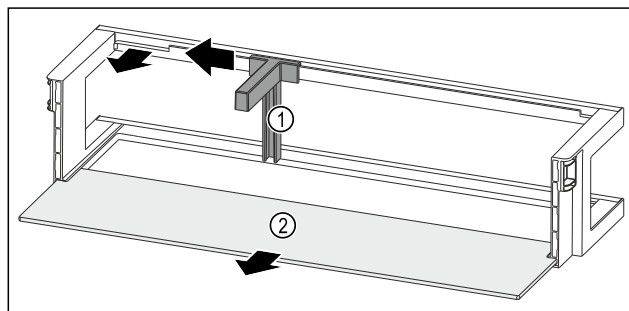

Fig. 65 Polica u vratima s držačem boca i policom za odlaganje
- Držač za boce Fig. 65 (1) pogurnite do otvora na stranu.
- Izvadite držač za boce Fig. 65 (1).
- Izvadite policu Fig. 65 (2).